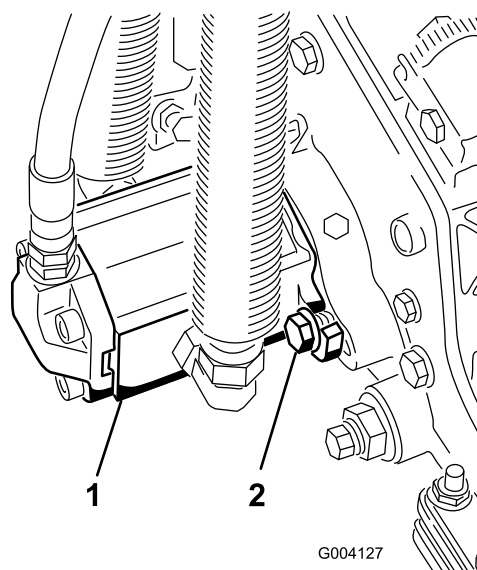

Figure 20
17. Montez le moteur en le tournant dans le sens horaire jusqu'à ce que les brides passent les boulons (Figure 20).